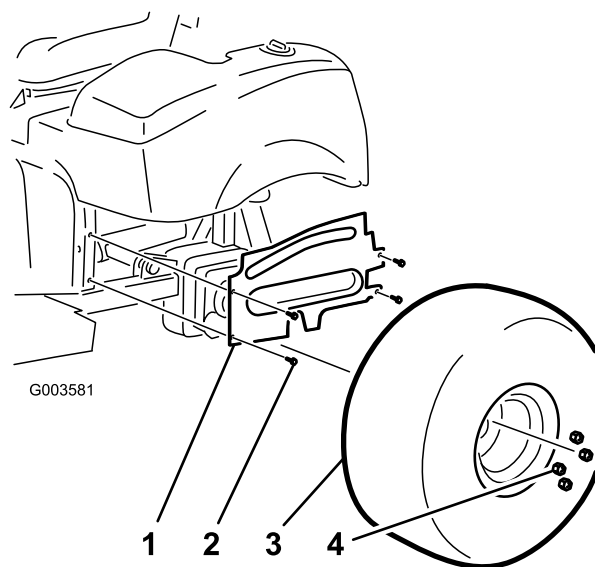

Figura 38
9. Instale los 4 tornillos con arandela prensada que sujetan la cubierta de la rueda izquierda al bastidor (Figura 38).
10. Instale el neumático trasero izquierdo (Figura 38).